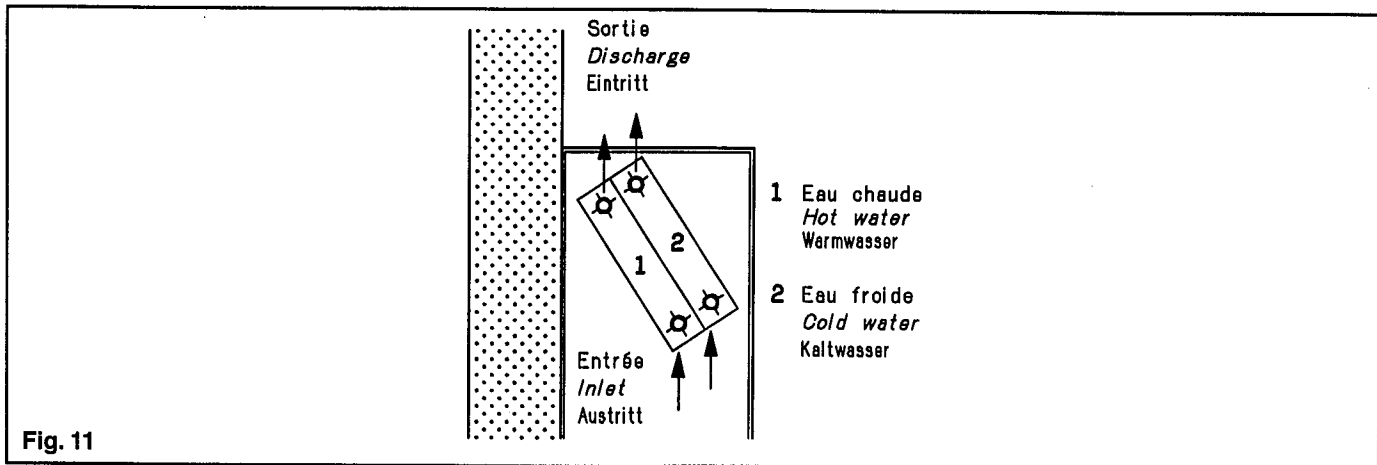

Fig. 11
- Dans le cas d'appareil équipé de deux batteries ("Système 4 tubes"), dans le sens de l'air, la batterie chaude se situe avant la batterie froide (sauf spécifications contraires) (fig. 11).
- In units with two coils ("4 pipe system") the heating coil is located before the cooling coil in the sense of the air flow (except for contrary specifications) (fig. 11).
- Wenn ein Gerät mit zwei Registern ("4-Leiter-System") ausgestattet ist, befindet sich in Luftrichtung das Warmregister vor dem Kaltregister (wenn nichts anderes angegeben ist) (abb. 11).